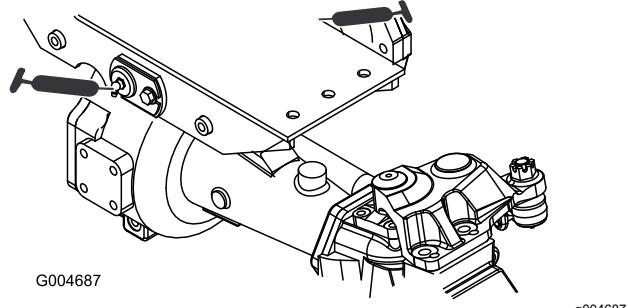

Figure 42
- 2 bagues de pivot d'essieu avant et arrière (Figure 42)